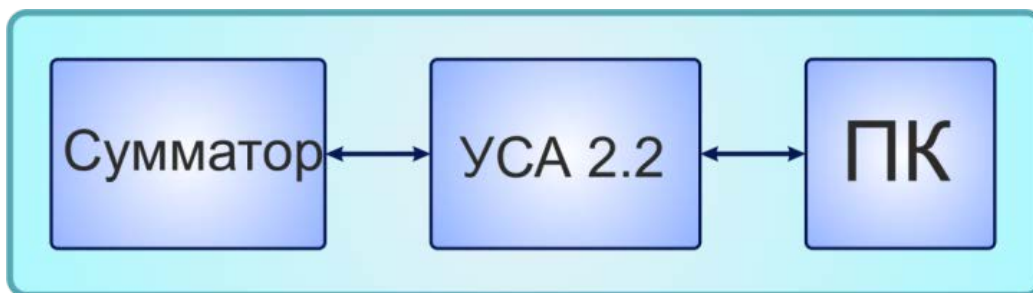

Рисунок 6 – Схема подключения сумматора к ПК
2. Подключить сумматор к ПК в соответствии с рис. 6.